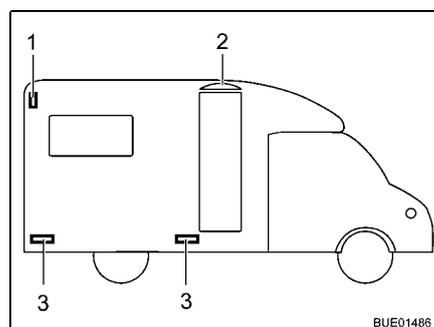

Fig. 165 Luces laterales
**Luz de contorno** La luz de contorno (Fig. 165,1) está instalada en la zona superior de la pared lateral del vehículo.
**Luces de posición** Las luces de posición (Fig. 165,3) están instaladas en la parte inferior del vehículo.
**Lámpara del toldo** La lámpara del toldo (Fig. 165,2) está instalada sobre la puerta de entrada.